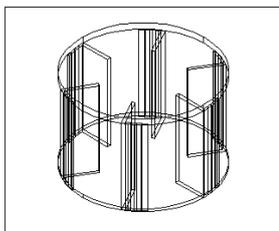

图 18-8
(2) 作圆柱体。单击  按钮或者在命令行直接输入 cylinder, 以 (0, 0, 70) 为底面中心, 所示作半径为 55, 高度为 5 的圆柱, 结果如图 18-8 所示。